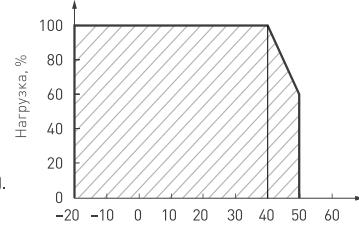

Рис. 4. Зависимость максимальной допустимой нагрузки, % от температуры корпуса
- ↗ температура окружающего воздуха $-20 \dots +50^{\circ}\text{C}$, см. график зависимости максимально допустимой нагрузки на источник питания от температуры окружающей среды на рис. 4;
Учитывайте, что с повышением температуры окружающей среды максимальная мощность источника питания снижается, см. график зависимости на рис. 4.